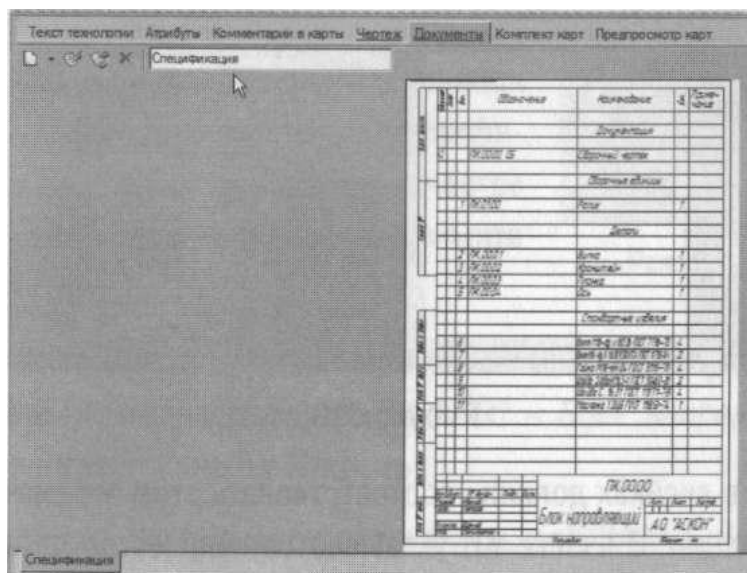

Рисунок 101
8. Перейдите на вкладку **Документы**. Нажмите кнопку **Добавить с диска** и выберите файл спецификации *ПК.00.00 - Блок направляющий.spr*. В ячейке наименования документа введите название *Спецификация* (рис. 101).